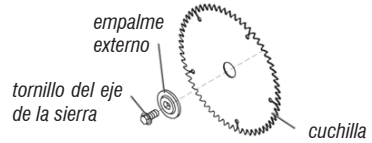

Fig. 11 – Extracción de la cuchilla
1. Remueva el tornillo del eje de la sierra, el empalme externo y la cuchilla. No remueva el empalme interno de la máquina (fig. 11);